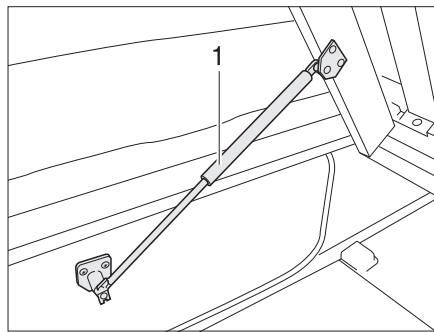

Fig. 64 Cama fija
- Levantar el somier. Los resortes por presión de gas (Fig. 64,1) retienen el somier en la posición abierta.